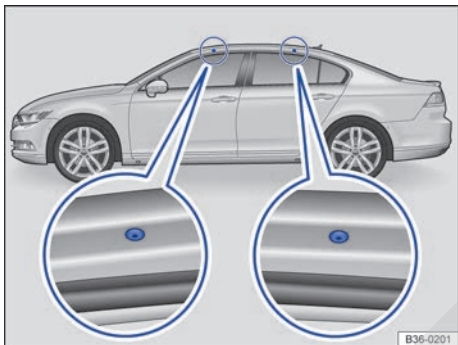

Fig. 151 Debajo de las juntas de goma de las puertas delanteras y traseras: puntos de fijación para los soportes básicos.
Los orificios para fijar los soportes básicos se encuentran en la parte inferior de los largueros del techo y solo se ven con la puerta abierta → fig. 151.
- Monte los soportes básicos únicamente en las marcas que aparecen señaladas en la figura → fig. 151.